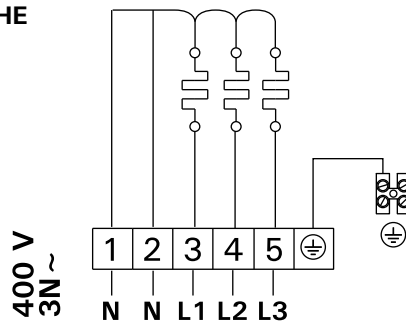

Рисунок 5. Электрические подключения
- В качестве кабеля (рис. 5: А) следует использовать резиновый кабель типа HO7RN-F или подобный. **ВНИМАНИЕ! Использование изолированного ПВХ кабеля запрещено вследствие его разрушения под воздействием тепла.**
- Кроме разъемов питания каменки РС оснащены также разъемом (Р), который делает возможным управление электрическим нагревом (см. рис. 5). Кабель управления электро-отоплением подводят прямо к розетке каменки и дальше с помощью резинового кабеля, равного по толщине кабелю подключения, к клеммнику.